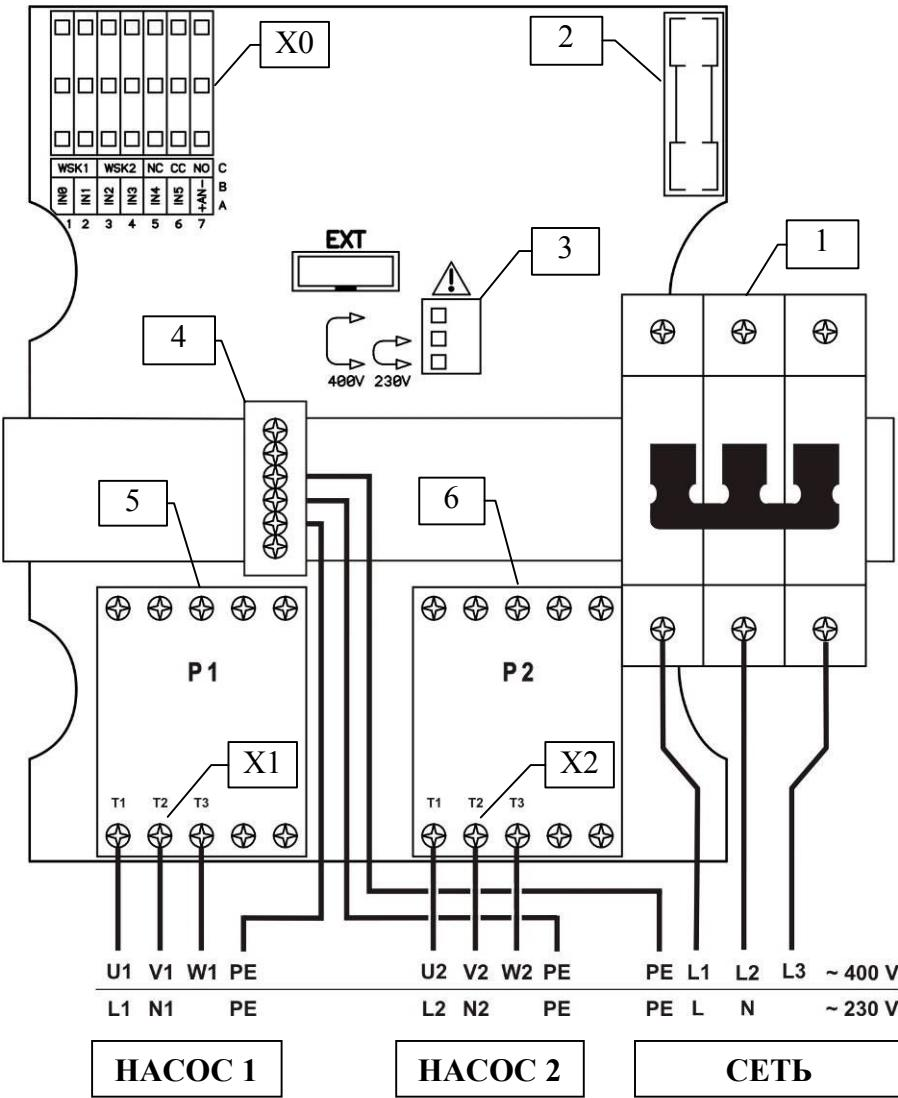

Рис. 1 Внутренний вид прибора и подсоединение сетевых контактов
5.1 Внешний вид прибора (рис. 1)